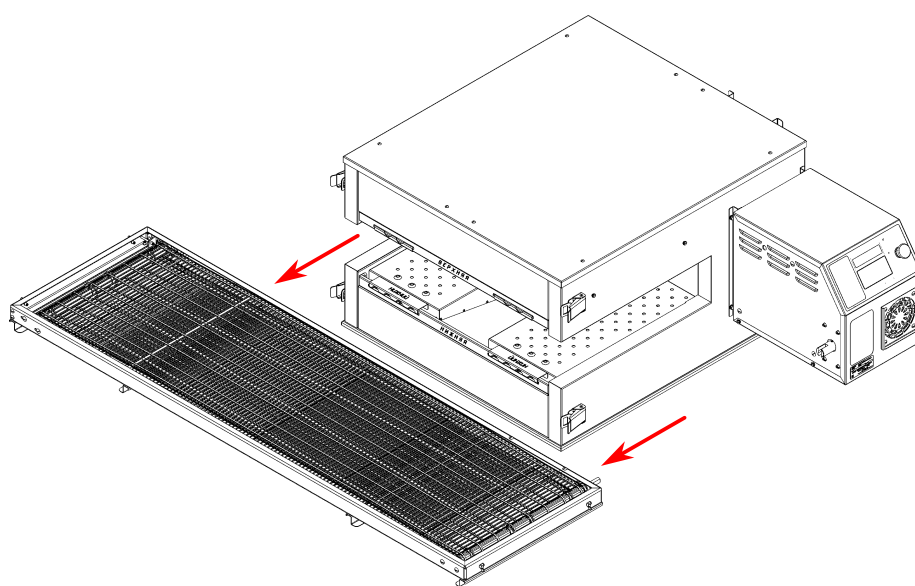

Рисунок 22
3. Вытащите конвейер, см. Рис. 22. ВНИМАНИЕ! Во избежание получения травм и повреждения изделия извлекать конвейер следует вдвоём.